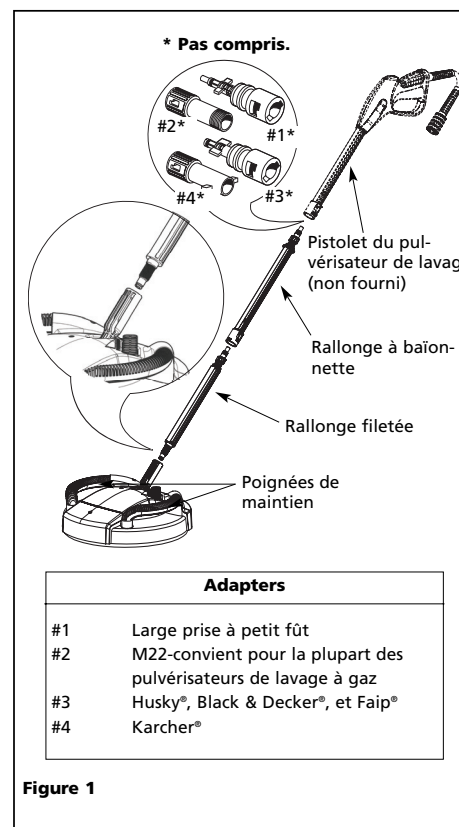

Figure 1
1. Fixer la rallonge filetée dans la base du nettoyeur de surface. **Ne pas trop resserrer.** La base devrait tourner facilement autour de la rallonge tel qu'illustré sous la figure 1.
2. Fixer la rallonge à baïonnette à la première rallonge et à la base. Glisser le raccord à baïonnette dans la prise de la rallonge. Tourner dans le sens des aiguilles d'une montre, tel qu'illustré sous la figure 1.
3. Fixer l'adaptateur pour votre pistolet de pulvérisateur de lavage tel qu'illustré sous la figure 1. Aucun adaptateur n'est requis avec le nettoyeur Deck 'N Drive utilisé avec la plupart des pulvérisateurs de lavage électriques Campbell Hausfeld.
4. Fixer le pistolet du pulvérisateur de lavage tel qu'illustré sous la figure 1.